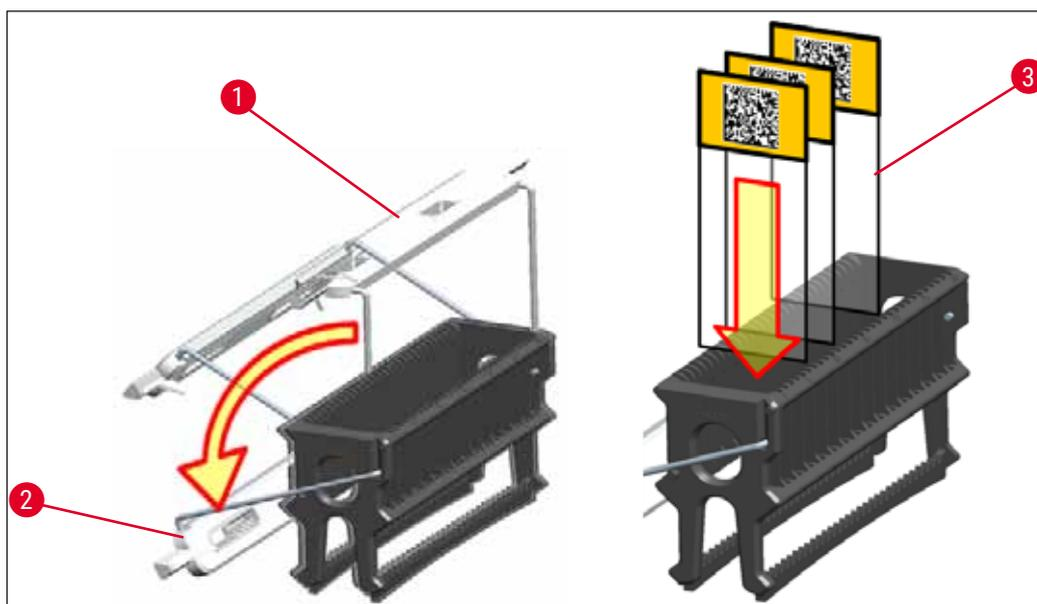

Fig. 81
- La parte delantera de la cesta está etiquetada con el logotipo de Leica. Con el asa montada, se puede leer "**FRONT**" (delante) si se mira el asa (→ "Fig. 81").
1. Ponga el asa de cesta en posición vertical (→ "Fig. 81").